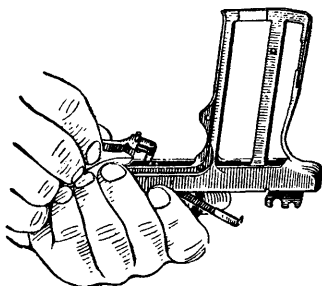

Рис. 15. Отделение (присоединение) спускового крючка с пружиной и спусковой тягой
руки вывести спусковую тягу из паза рамки вниз, правой рукой повернуть спусковой крючок и вынуть его вместе со спусковой тягой из рамки вверх (рис. 15).
1. Присоединить спусковой крючок с пружиной и спусковой тягой к рамке. Взять пистолет в левую руку (см. рис. 15), большим и указательным пальцами правой руки взяться за спусковой крючок и вставить спусковую тягу в вырез рамки. Затем повернуть спусковой крючок влево, указательным пальцем левой руки ввести спусковую тягу в паз рамки, продвинуть спусковой крючок на себя и сдвинуть его назад до упора цапф спускового крючка в выступы рамки.